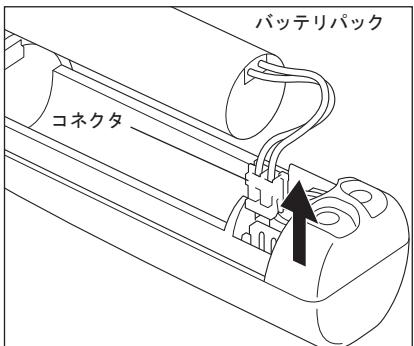

図 12
- 5) バッテリパックを取り出してから、コネクタのコード根元をしっかりと持って、コネクタを強く引き抜きます。(図 12)